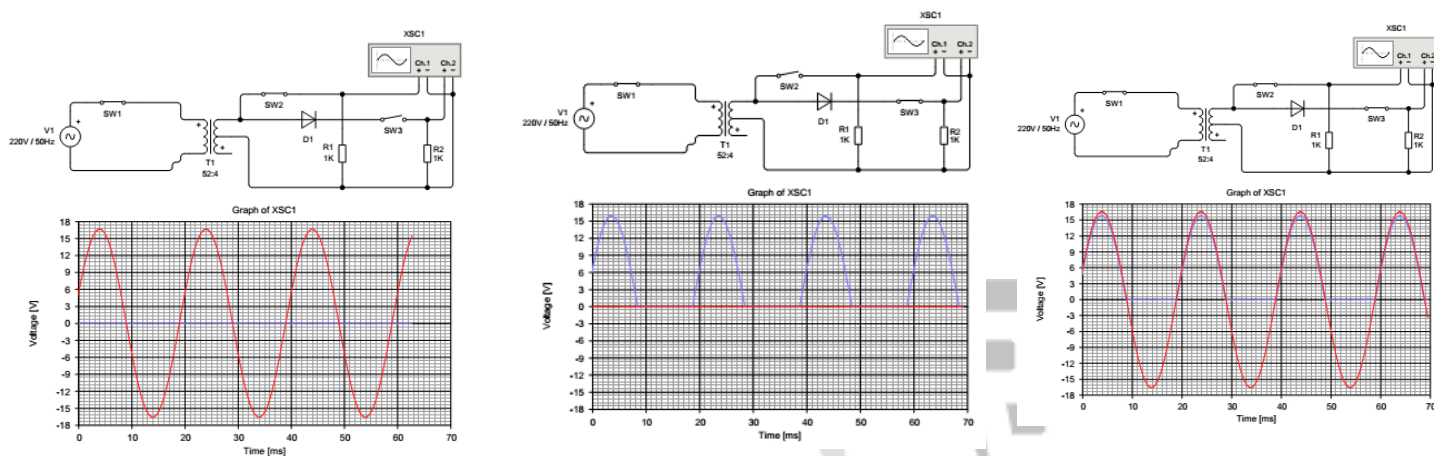

Fig. 3. Simulación con Osciloscopio
1.4. Implementar en el simulador el circuito de la Fig. 3, y obtener las gráficas de $V_{ef} = f(t)$ y de $V_{med} = f(t)$ (con osciloscopio), indicando en las mismas sus valores característicos. Comparar con los obtenidos por medición con multímetro y osciloscopio en el ítem 1.6.